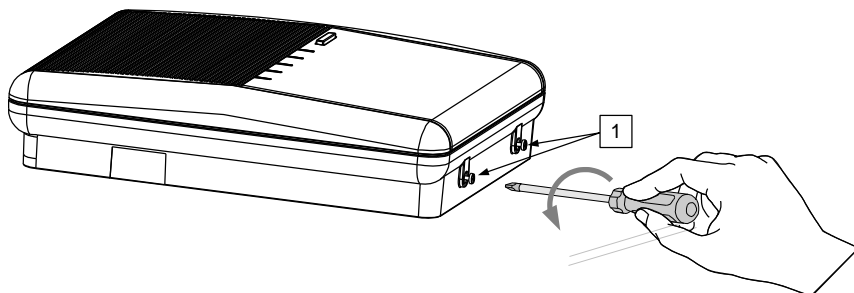

Figure 2 : Vis du support de fixation
- a. Libérez le support de fixation et les vis imperdables de verrouillage (1, Figure 2) se trouvant au bas de l'unité, en tournant les vis dans le sens inverse des aiguilles d'une montre.